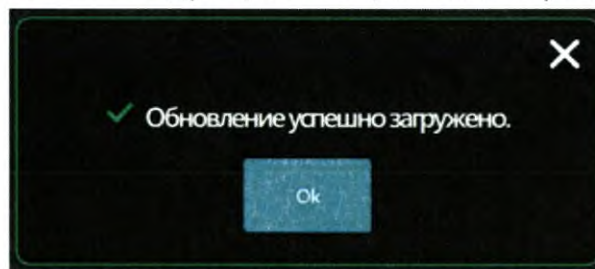

Рис.13.3 – Успешное обновление ПО
13.8 После нажатия кнопки «Ок» программа закроется и через несколько секунд откроется снова. Для входа в главное меню введите код «0000». При успешном обновлении будет показано следующее сообщение как на рис.13.3.